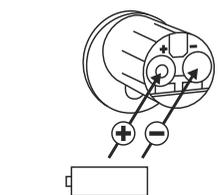

Fig. 2
① Com a chave de fendas TX8 fornecida, desaperte o parafuso que se encontra no interior da porta, na parte dianteira do manípulo, e abra a tampa. O parafuso só pode ser desaparafusado até que a tampa seja aberta e não caia. (Fig. 2).